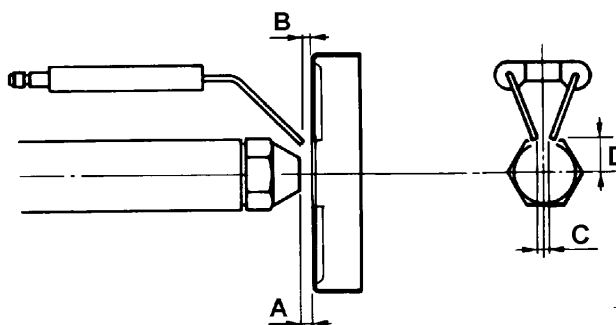

Fig. 26
- Demontați, examinați și curățați capul de ardere. În timpul reasamblării , respectați cu strictețe valorile date în Fig. 26 ;
Înainte de demontarea diuzei și electrozilor , deconectați cablurile CV (Fig. 24), măsurați pozițiile date în Fig. 26 și notați-le chiar în tabelul numit Tab. 5.
Inainte de a demonta diuza , masurati pozitia reala "A" (vezi Fig. 26) si notati valoarea in tabelul de mai jos !!